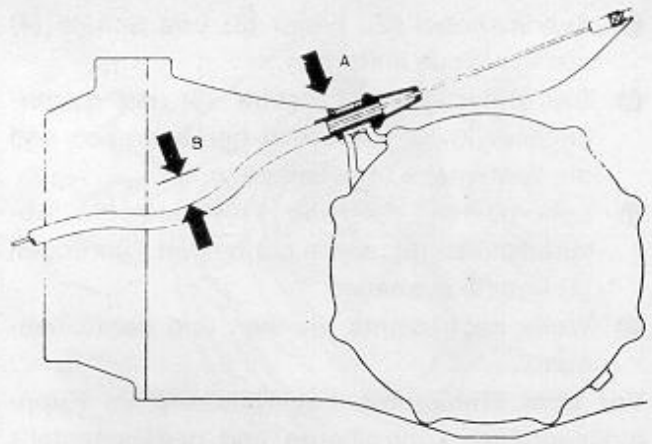

Bild 58
Um ein Rupfen der Kupplung zu vermeiden, sollte das Kupplungsseil etwas durchhängen. Bild 58 zeigt, wo dies zu messen ist (B). Das zwischen den Pfeilen gezeigte Maß sollte zwischen 25 und 45 mm liegen. Die Einstellung erfolgt durch Hinzufügen oder Entfernen von Ausgleichsscheiben an Stelle «A» des Getriebewiderlagers.
- Ausrückhebel (2), Feder (3) und Schale (4) von der Welle entfernen.
- Die Befestigungsschraube (6) der Lagerbüchse (7) für die Welle herausdrehen und die Welle nach links schieben.
- Lagerbüchse, Scheibe (10) und die Abstandshülse (8), sowie die beiden Führungen (5) und (9) ausbauen.